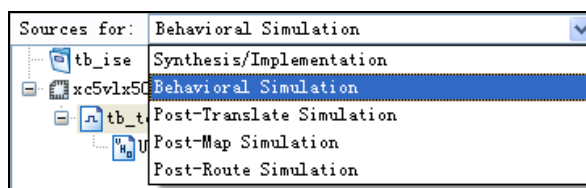

图 2.46 选择不同的仿真模式
(3) 在资源管理器窗口中的“Source for”下拉菜单中，还可以选择翻译后仿真（Post-Translate Simulation）、映射后仿真（Post-Map Simulation）或者布局布线后仿真（Post-Route Simulation），如图 2.46 所示。选择后，在“Processes”窗口中会出现对应的操作以调用 ModelSim。